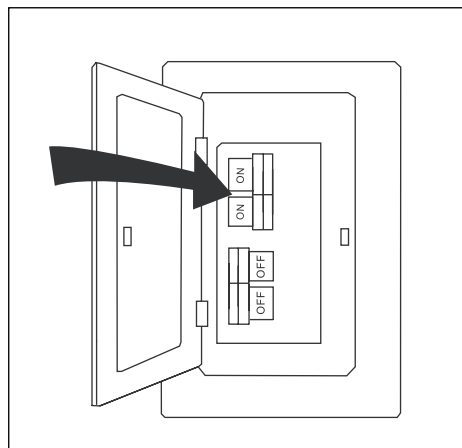

Figure 4.11
11. Rétablissez l'alimentation électrique entre le panneau central de disjoncteurs ou de fusibles et l'interrupteur mural (Figure 4.11). **L'assemblage est terminé.**